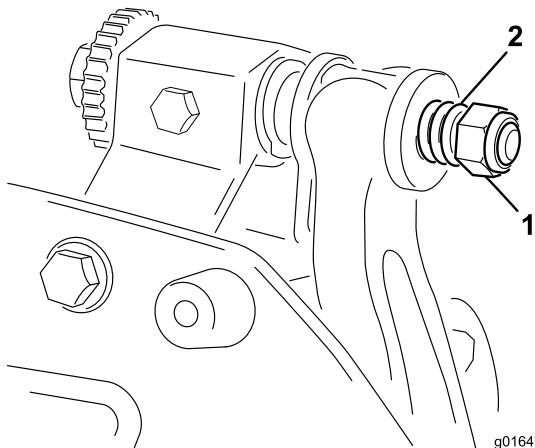

Figura 27
3. Coloque una arandela de nylon en cada lado del saliente de la placa lateral. Coloque una arandela de acero por fuera de cada arandela de nylon (Figura 27).
6. Apriete la tuerca de tensado del muelle hasta que el muelle esté comprimido del todo, luego aflojela 1/2 vuelta (Figura 27).